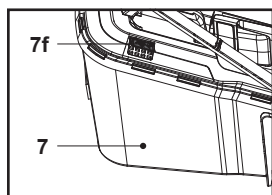

Fig. 13
1. Cuando la trampilla (7f) está abierta el recogedor de hierba (7) tiene espacio suficiente para seguir recogiendo hierba (Fig. 13).